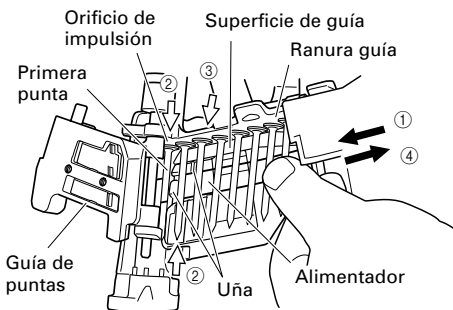

Fig. 4
- (4) Cierre la cubierta del cargador.
- ① Desbobine suficientes puntas para llegar al orificio de impulsión.
- ② Inserte la primera punta en el orificio de impulsión y la segunda entre las dos uñas del alimentador.
- ③ Fije las cabezas de las puntas en la ranura guía. (Fig. 4)